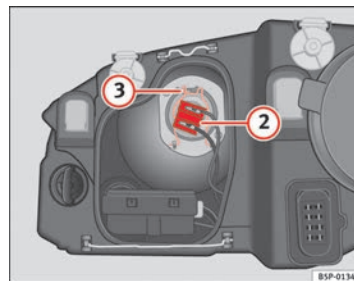

Fig. 165 Luz de cruce
- Extraiga el conector ⇒ página 269, fig. 165 ② de la lámpara.
- Desenganche el resorte retentor ⇒ página 269, fig. 165 ③ presionándolo hacia dentro y a la derecha.